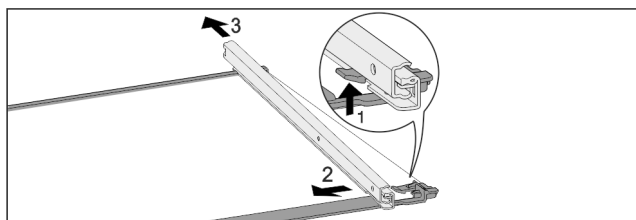

Fig. 40 Skleněná deska s kolejničkami
- ▶ Přední aretační háček zatlačte nahoru. Fig. 40 (1)
- ▶ Vysuvnou kolejničku vysuňte stranou Fig. 40 (2) a dozadu Fig. 40 (3).